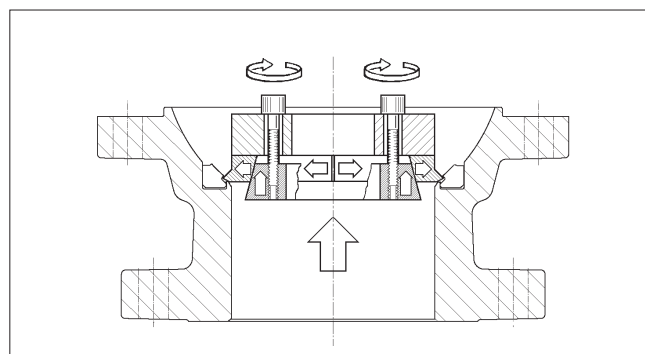

Fig. 20 Extraction du siège verrouillé
- Enlever le siège (7, 25) du corps inférieur sans heurter celui-ci. Si c'est un siège verrouillé, il faut l'extraire à l'aide d'un outil spécial à commander au fabricant (cf. figure 20 et chapitre 8 "Outillage nécessaire").